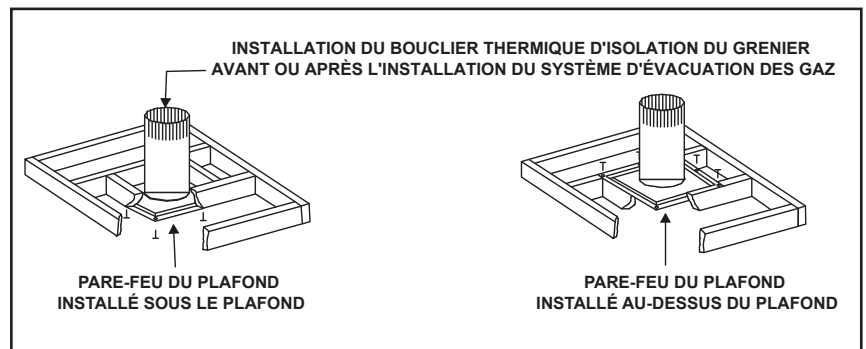

Figure 5.4 Installation du bouclier de grenier
- Le coupe-feu de plafond peut être installé au-dessus ou en dessous des poutres de soutien du plafond lors de l'installation avec un bouclier isolant de grenier. Il doit se trouver sous les poutres de soutien entre les planchers non isolés. Consultez la figure 5.4.